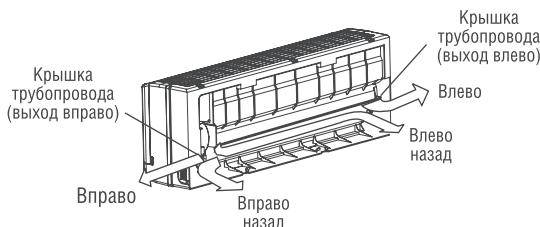

Рис.5
- Для подключения трубопровода к внутреннему блоку справа или справа сзади снимите заглушку с левой стороны задней крышки. Объясните пользователю, что заглушку нужно сохранить на тот случай, если кондиционер в будущем установят в другое место (рис. 5).